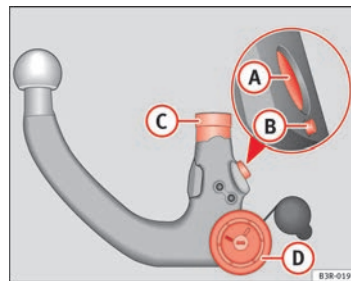

Fig. 164 Dispositivo desmontable para remolque: Rótula
- Compruebe que el perno de bloqueo (A), la palanca de desenclavamiento (B), el vástago de encaje (C) y la rueda moleteada (D) ⇒ página 215, fig. 164 de la rótula no están sucios ni deteriorados.